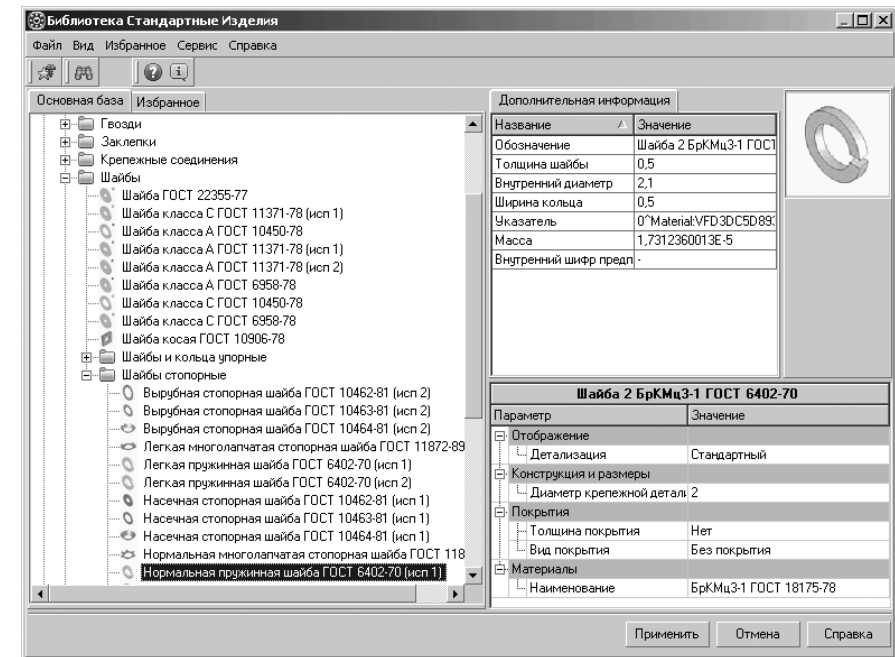

Рис. 6.69. Диалоговое окно Шайба плоская
- дважды щелкните по пункту **Шайбы** в правой части **Библиотеки крепежа – Шайбы**. Появится диалоговое окно **Шайба плоская**, показанное на рис. 6.69.